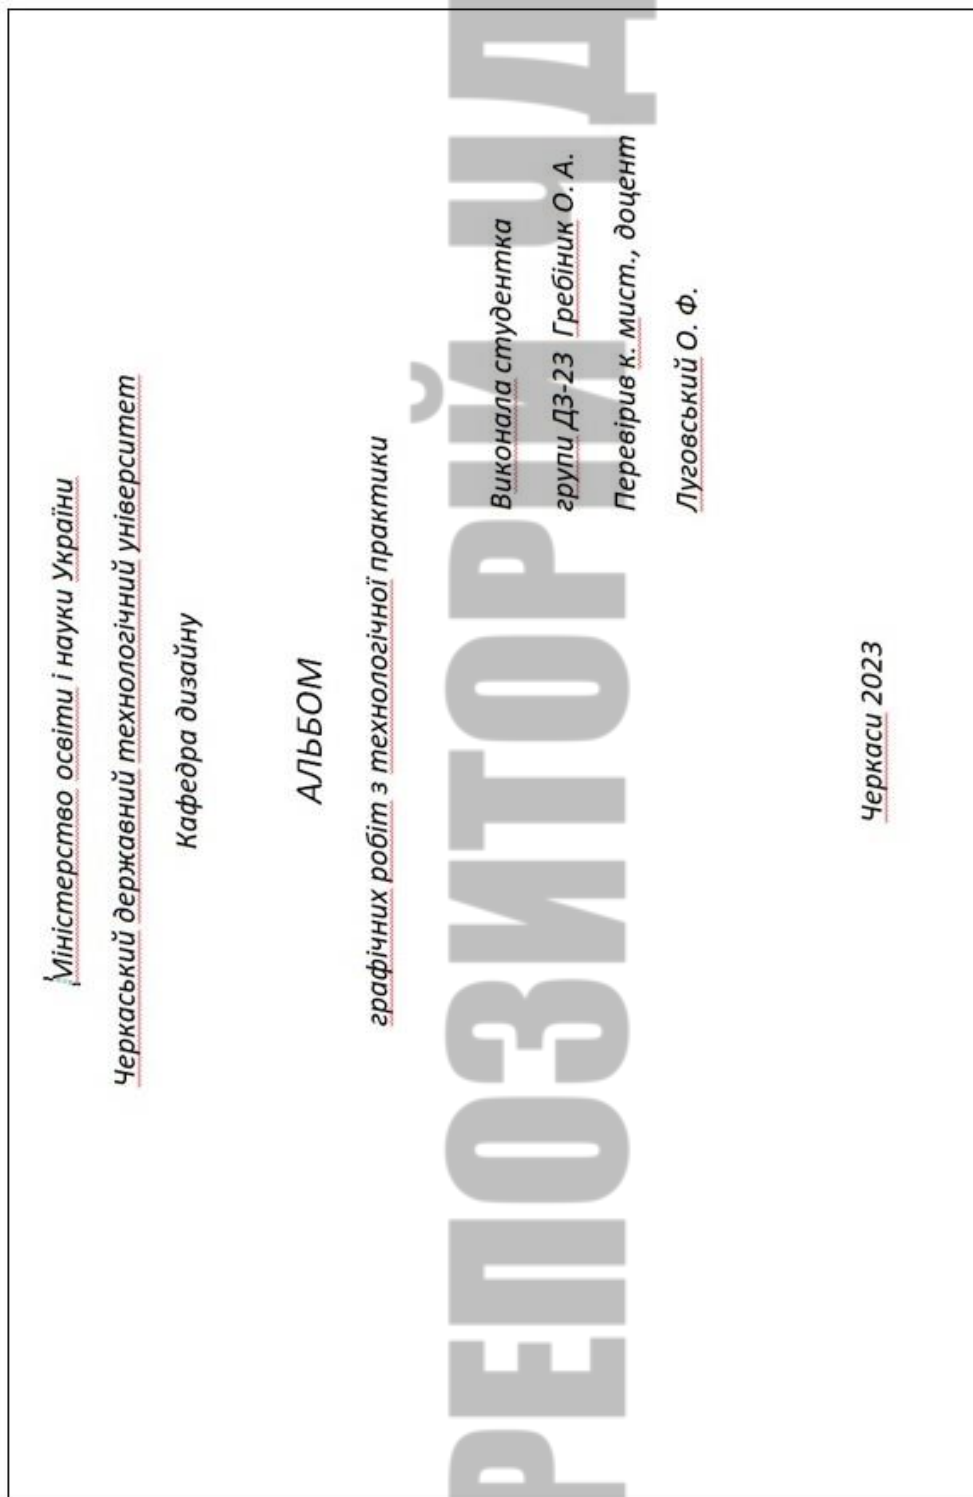

Рис. 1. Титульний лист
**Аркуш 1.** Титульний лист роздрукований на А 3 (рис. 1). Орієнтація листа – альбомна.
**Аркуш 2. Титульний лист написаний вручну на А 3 (рис. 1).** Орієнтація листа – альбомна.